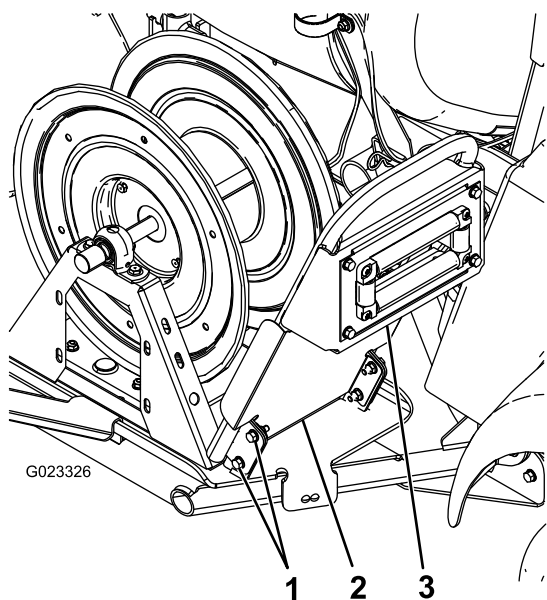

図 11
5. ハンドルを、スイベルプレートに仮止めするボルト 5/16 インチ4本を使用する図 11。
6. 泥除けシールドとハンドルを、スイベルプレートに取り付けるステップ 5 で取り付けしたボルトと、フランジナット 5/16 インチ4個を使用する図 11。